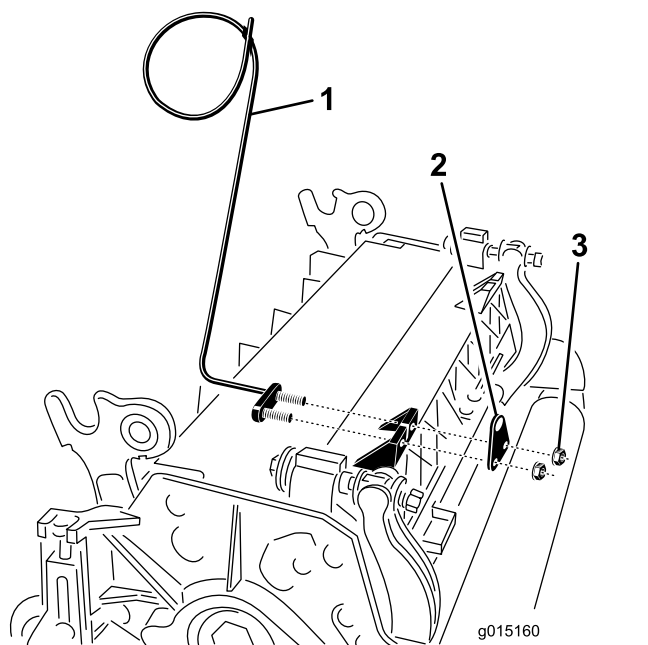

図 13
- E. カッティングユニットのタブにロッドブラケットを取り付け、キャリッジボルト2本とナットで固定する(図11)。ロッドブラケットの取り付けを行うときに、カッティングユニットのタブの前に、左ホースガイドを取り付ける(図13)。